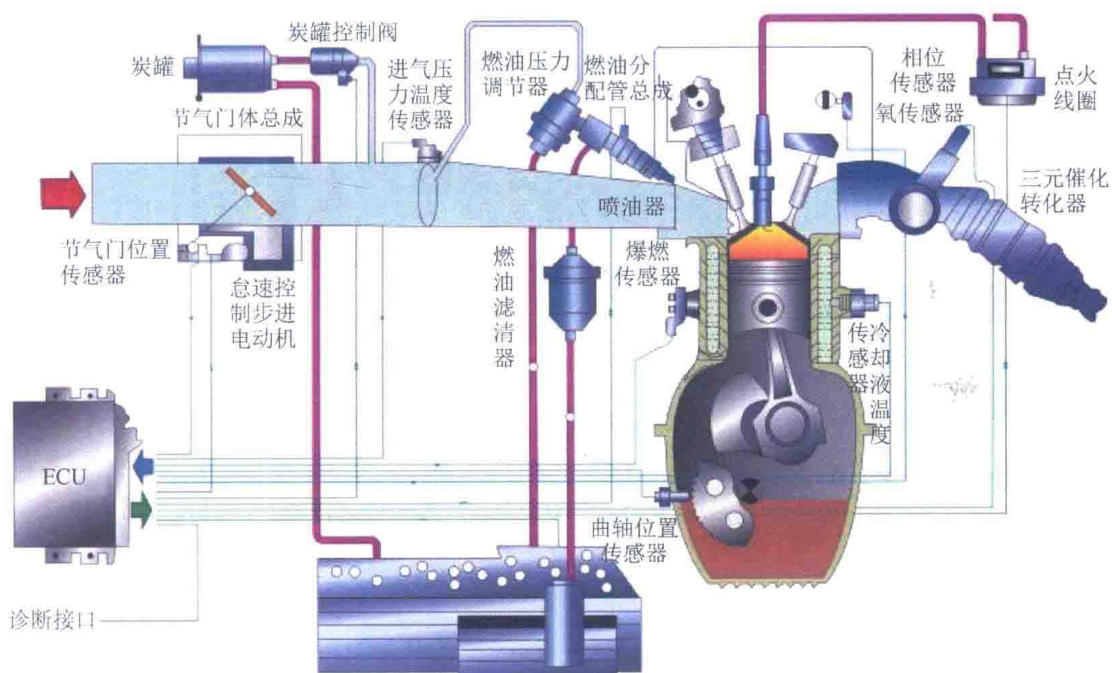

图 0-14 歧管压力间接计量式燃油喷射系统（D 型）
(1) 歧管压力间接计量式燃油喷射系统 (D 型)：如图 0-14 所示，通过进气压力传感器检测进气歧管的真空度间接测量发动机的空气进气量。该计量式用压力传感器检测进气压力，测量精度稍差。